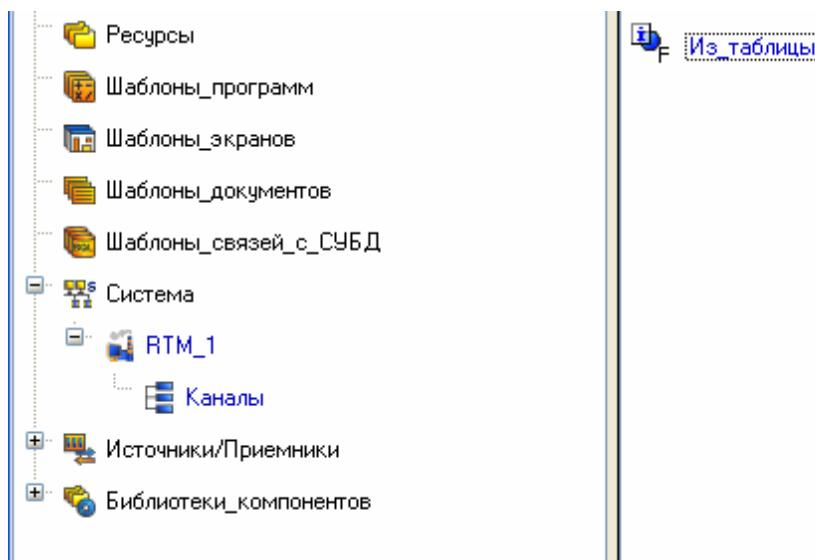

Рис. 6.6
6.4.2.4. Переименувати канал на *Из_таблицы* (рис. 6.6).